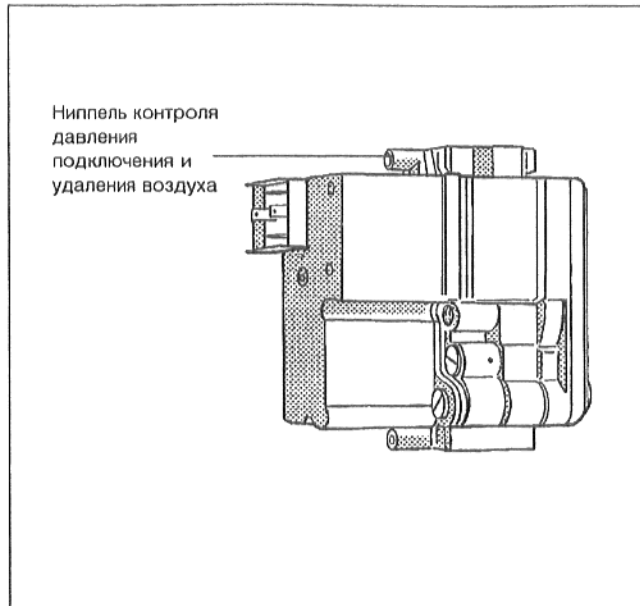
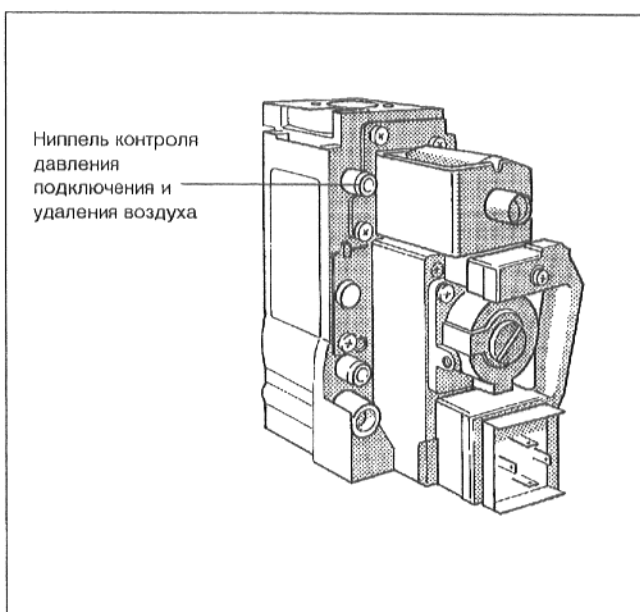

Рис. 19: Арматура газовой горелки "BM" 762-012
Рис. 20: Арматура газовой горелки "Honeywell" VR 4601
- Ослабить резьбовую пробку контрольного ниппеля давления подключения на арматуре газовой горелки (Рис. 19 или Рис. 20) на два оборота.
**природный газ E (H):**